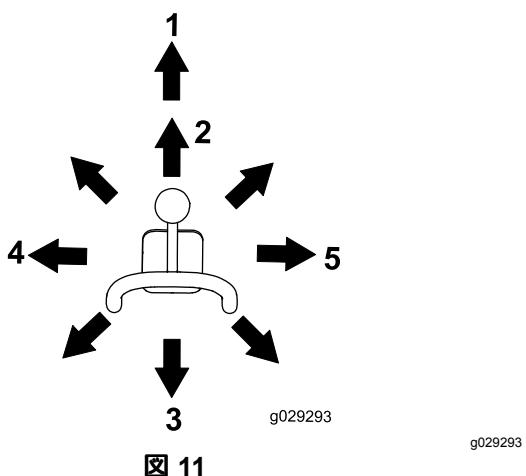

図 11
- ・ アタッチメントを前に傾けるときは、レバーをゆっくり右に動かします 図 11。
- ・ アタッチメントを後に傾けるときは、レバーをゆっくり左に動かします 図 11。
- ・ ローダーアームを下げるときは、レバーをゆっくり前に押します 図 11。
- ・ ローダーアームを上げるときは、レバーをゆっくり後に押します 図 11。
- ・ ローダーアームをフロート位置ディテントまで下げるときは、レバーを一番前まで押します 図 11。